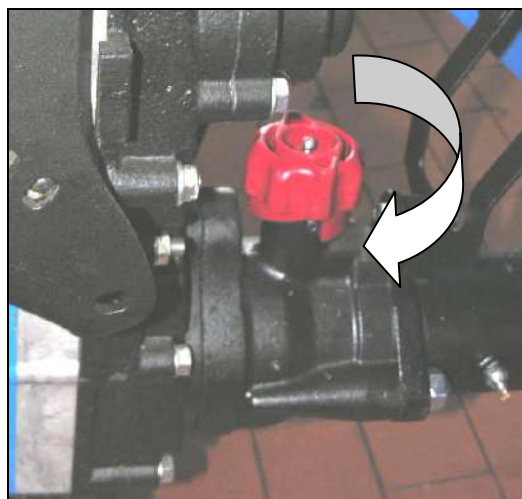

fig.8/8
- 4) Calzare l'attrezzo al codolo attacco rapido della macchina (A fig.8/7), agganciare l'attacco rapido poi girare la manopola R in senso orario;